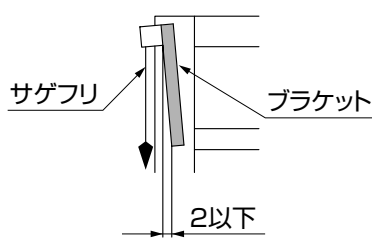

図1-2
- ④ブラケットの垂直が出ているかサゲフリを使用して2mm以下にしてください。(図1-2参照)
- ⑤【6-1】を締込んで固定してください。